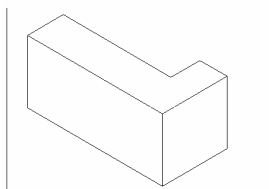

图 15-53 三维实体东南视图
(7) 执行 **Draw**→**Solids**→**Extrude** 命令, 或者在命令行直接输入 **Extrude**, 选中上述多段线, 将拉伸高度设为 80。
(8) 执行 **View**→**3D Views**→**SEIsometric** 命令, 切换到立体视图, 如图 15-53 所示。